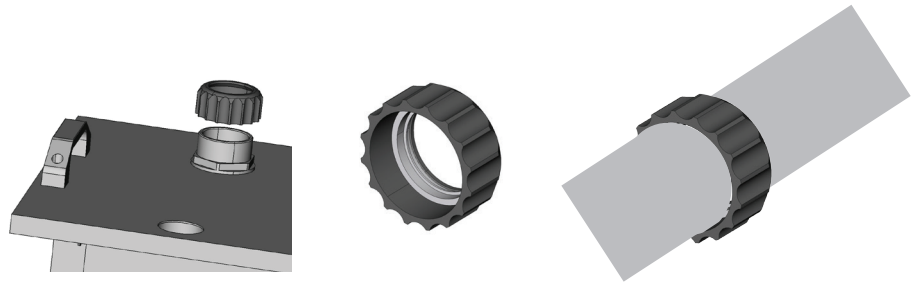

ABBILDUNG 11: VERBINDUNGSSCHLAUCH FIXIEREN
- M2. Stecken Sie den Verbindungsschlauch durch die Schlauchverschraubung mit einem Abstand von ungefähr 3 cm (☞ Abbildung 11). Achten Sie darauf, dass dabei der weiße Dichtring nicht herunterfällt.